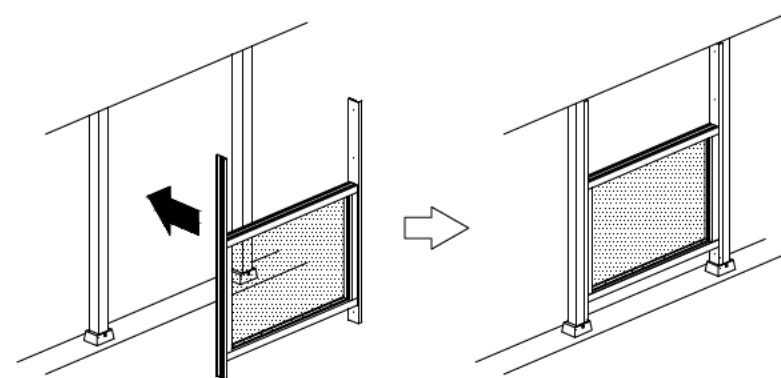

図12. パネルの嵌め込み
(1) パネルと付子を組み立てたものを、柱と柱の間にはめ込んでください(図12)。